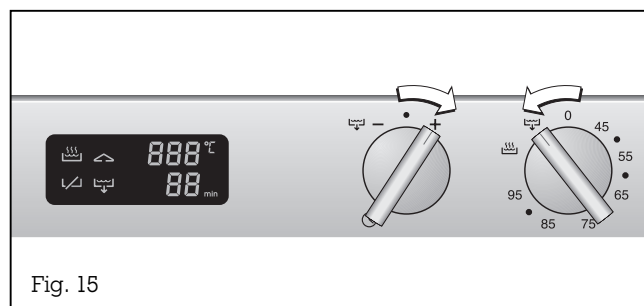

Fig. 15
- Tournez le bouton « minuteur » vers la droite jusqu'à la position + et maintenez-le dans cette position (fig. 15).